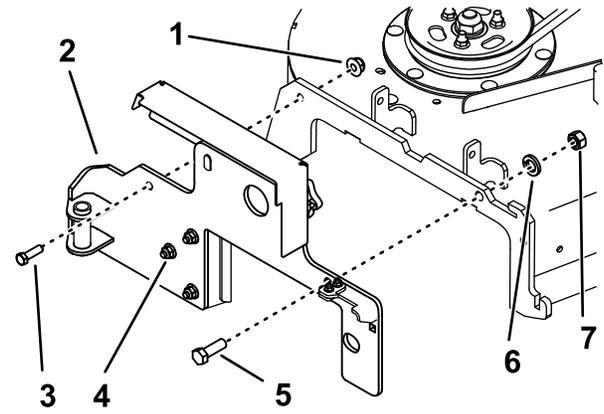

Figura 3
1. Instale el soporte del soplador en la carcasa usando 1 perno ($\frac{1}{2}$ " x $1\frac{1}{2}$ ""), 1 arandela de freno, 1 tuerca ($\frac{1}{2}$ ""), 1 perno ($\frac{3}{8}$ " x $1\frac{1}{4}$ "") y 1 tuerca ($\frac{3}{8}$ ""), según se muestra en Figura 3.
1. Instale el soporte del soplador en la carcasa usando 1 perno ($\frac{1}{2}$ " x $1\frac{1}{2}$ "), 1 arandela de freno, 1 tuerca ($\frac{1}{2}$ "), 1 perno ($\frac{3}{8}$ " x $1\frac{1}{4}$ ") y 1 tuerca ($\frac{3}{8}$ "), según se muestra en Figura 3.